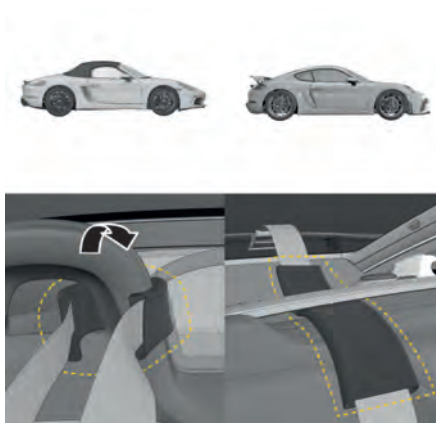

Fig. 93 : Positionnement de la protection contre l'abrasion
6. Positionnez la protection contre l'abrasion de la sangle 2 dans la zone indiquée (fig. 93).